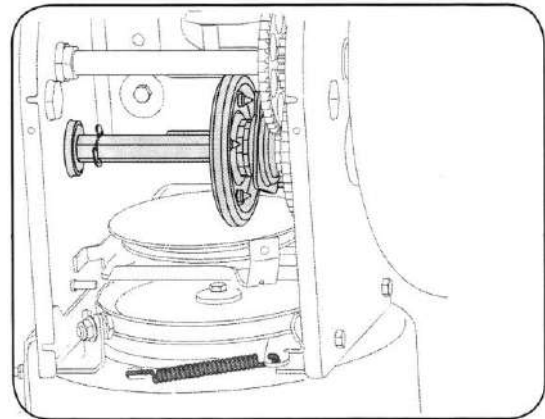

Figure 8
2. Appliquez une légère couche de graisse tout temps polyvalente sur l'arbre hexagonal. Voir la figure 8